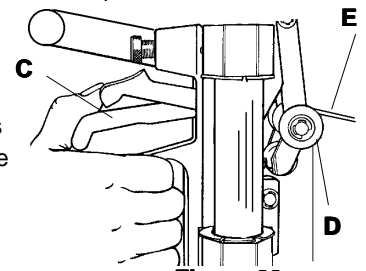

Figure 20
7. Raise the **CUTTING HEAD** and depress the **LONG THUMB LEVER (C)** to push the white **BREAK OUT ROLLERS (D)** against the plastic **(E)** near the top edge as in **Figure 20**. Press on the **LONG THUMB LEVER** until you hear the cracking sound of the plastic breaking. While holding this
7. Schieben Sie den **Schneidekopf** hoch und drücken Sie den **langen Hebel (C)** nieder, um die weißen **Ausbrechrollen (D)** gegen die Plasticscheibe **(E)** an der oberen Kante anzulegen (siehe **Abbildung 20**). Drücken Sie auf den **langen Hebel** bis Sie ein Brechgeräusch hören. Ohne den Druck auf die Rollen zu verändern ziehen Sie jetzt den **Schneidekopf** so weit wie möglich nach unten. Die Plasticscheibe wird jetzt an der Anrißlinie gebrochen sein.
7. Levez la **TÊTE DE COUPE** et appuyez sur le **LEVIER DE TAQUET LONG (C)** pour pousser les **ROULEAUX DE DÉCOUPAGE blancs (D)** contre le plastique **(E)** près du rebord supérieur comme dans la **Figure 20**. Appuyez sur le **LEVIER DE TAQUET LONG** jusqu'à ce que vous entendiez le son du plastique qui se casse. Tout en maintenant la même pression sur les **ROULEAUX**, rabaissez la **TÊTE DE COUPE** tout à fait en bas. Le plastique sera découpé en suivant la ligne d'entaille.